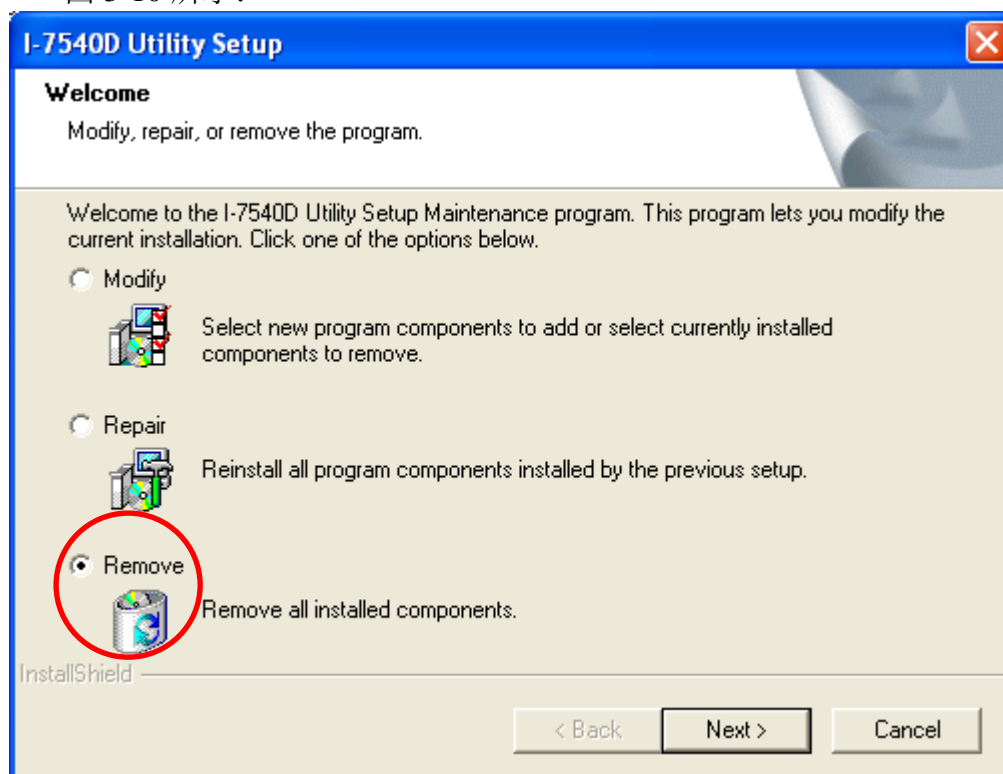

图 3-10: 「Modify, repair, or remove the program」对话框
Step 4: 选择「Remove」选项，并且按下「下一步」，以移除 I-7540D Utility。如图 3-10 所示：